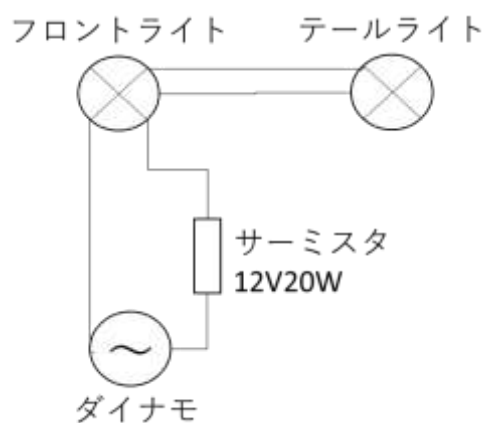

図1 フロントライトからテールライトを接続
- ・フロントライトからテールライトへ配線する場合は図1のように接続します。